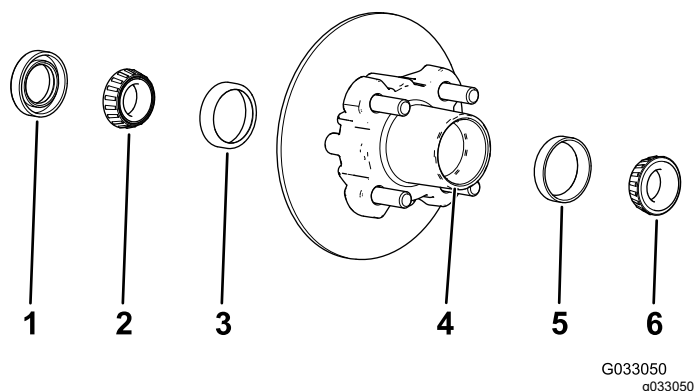

Figure 38
1. Déposez le roulement extérieur et la bague de roulement du moyeu (Figure 38).
2. Déposez le joint et le roulement intérieur du moyeu (Figure 38).
5. Éliminez la graisse, la saleté et les débris à l'intérieur de la cavité du moyeu (Figure 38).
7. Remplissez 50 à 80 % de la cavité du moyeu avec la graisse spécifiée (Figure 38).
8. Montez le roulement intérieur sur la bague, sur le côté intérieur du moyeu, puis posez le joint (Figure 38).